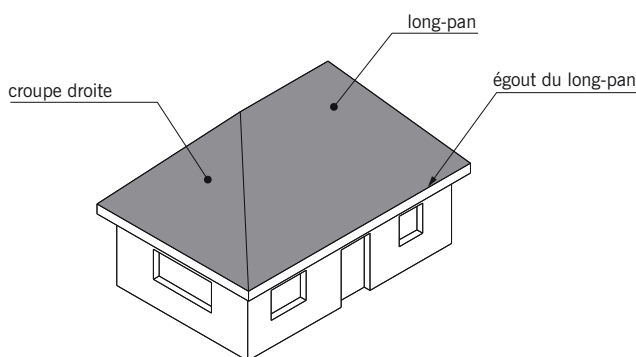

fig. 6.4
- La **croupe droite** dont l'**égout** est perpendiculaire aux égouts des longs-pans (fig. 6.4). Dans le cas contraire, la croupe est dite **biaise**.